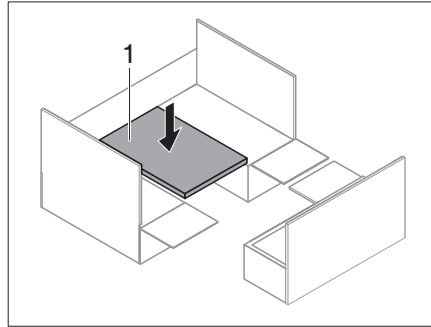

Fig. 195 Mesa acoplable hacia abajo
- Cambiar la mesa acoplable (Fig. 195,1) desde el carril de acoplamiento superior al carril de acoplamiento inferior.